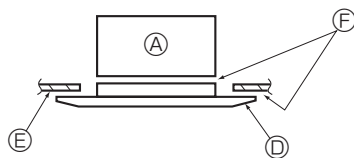

Fig. 5-8
- \* Pass på at det ikke finnes hull mellom hovedenheten og gitteret, eller gitteret og taket. (Fig. 5-8)